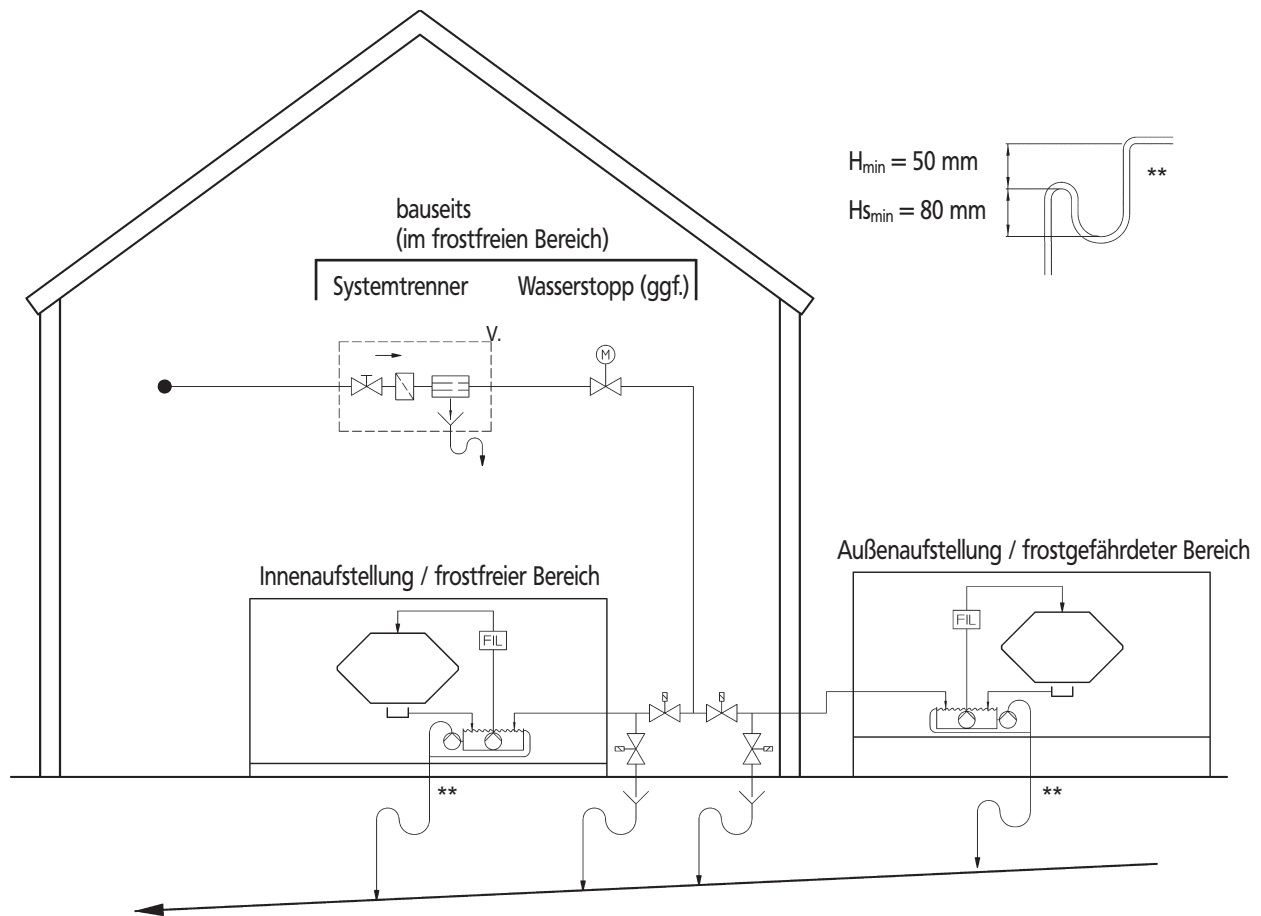

Abb. 9: Wasserseitiger Anschluss
Die Wasserzufuhr für den offenen Wasserbehälter erfolgt über ein Magnetventil*. Bei Betrieb ohne Wasseranforderung wird die Leitung ab dem Zufuhrmagnetventil* über ein Ablaufmagnetventil* entleert. Die Zufuhrleitung muss entsprechend in der Richtung mit Gefälle ablaufen. Nach dem Ablaufventil kann die Leitung zum Gerät auch in den frostgefährdeten Bereich übergehen zu einem Gerät in Außenaufstellung (s. Abb. 9).
- Achten Sie auf die minimalen Höhen H_s und H wie dargestellt in Abb. 9. Oder eine gleiche Funktion in einer anderen Bauart, z.B. Kugelsiphon.